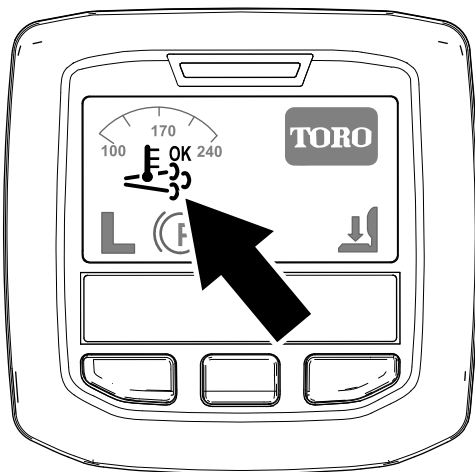

Figure 43
- L'icône de régénération assistée/commandée s'affiche dans l'InfoCenter (Figure 43).